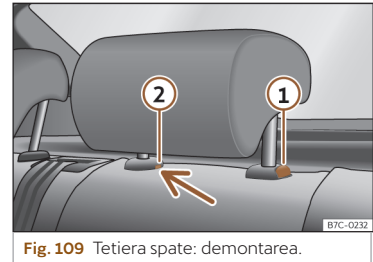

Fig. 109 Tetiera spate: demontarea.
- Apăsați butonul»» fig. 109 ①, în timp ce apăsați simultan pe orificiul de siguranță ②